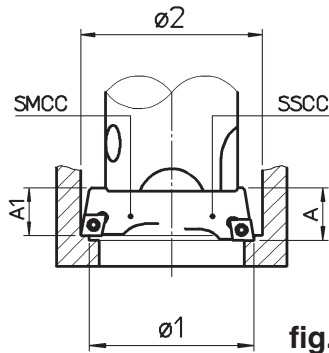

fig.2
- (fig. 2) an SSCC bit holder and an SMCC bit holder not at the same plane and with the two cutting edges set at different radial distances for high cutting depth roughing operations.
- (Abb. 2) je einen Plattenhalter SSCC und SMCC auf verschiedener Höhe mit der Schneidkante der Wendeplatten auf verschiedenem Durchmesser einstellen für Schrupparbeiten mit großer Spantiefe.